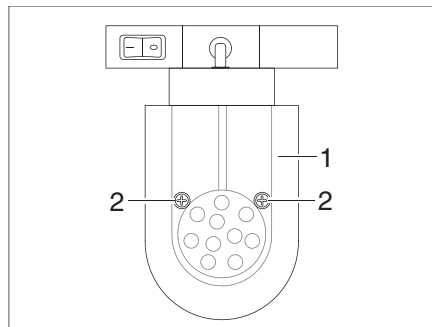

Bild 400 LED-Spotleuchte (verschiebbar)
- Befestigungsschrauben (Bild 400,2) lösen.
- Lampenglas (Bild 400,1) vorsichtig abnehmen.